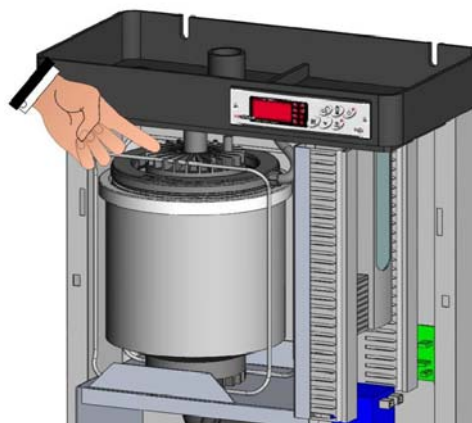

Рис. 1
3. Замените патрубок диаметром 25 мм на выходе парового цилиндра увлажнителя на патрубок диаметром 40 мм, который поставляется в комплекте с устройством (Рис. 1). Для увлажнителей PEGO-24T замена не требуется.